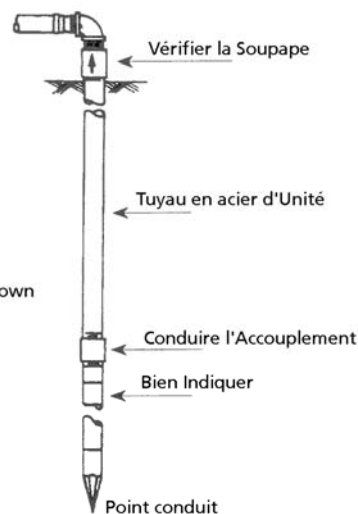
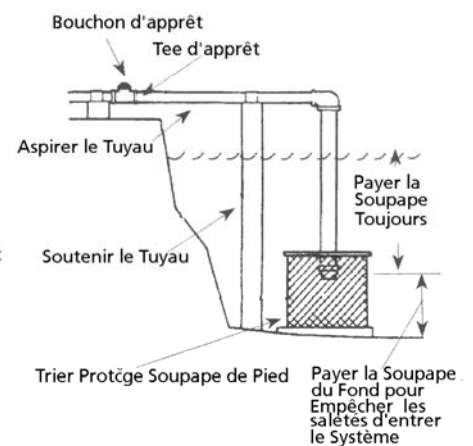

Figure 6- L'installation conduite point
Figure 7- Installatio de lac
1. Connecter le tuyau d'aspiration au point d'unité selon la Figure 6. Garder la course horizontale de tuyau aussi court que possible et bande de PTFE d'usage sur le fil de tuyau mâle.
2. Installer une soupape de contrôle dans le tuyau d'aspiration, et la flèche de flux doit indiquer vers la pompe (Figure 6).
2. Pour aider l'apprêt sur bien les installations de point quand le battre horizontal est plus long que 25 pieds, installer une soupape de contrôle de ligne et assurer les points de flèche de flux vers la pompe, voir Figure 7.
IMPORTANT: Pour le tuyau horizontal long court, installe un tee d'apprêt entre la soupape de contrôle et dirige bien selon la Figure 7. Pour l'installation conduite de point, quand le batte horizontal est plus de 25 pi long, installer une soupape de contrôle selon la Figure 6. Assurer les points de flèche de flux de soupape de contrôle vers la pompe. Voir "Bien l'Installation de Tuyau" (Voit des pages 12&13) pour plus d'informations.